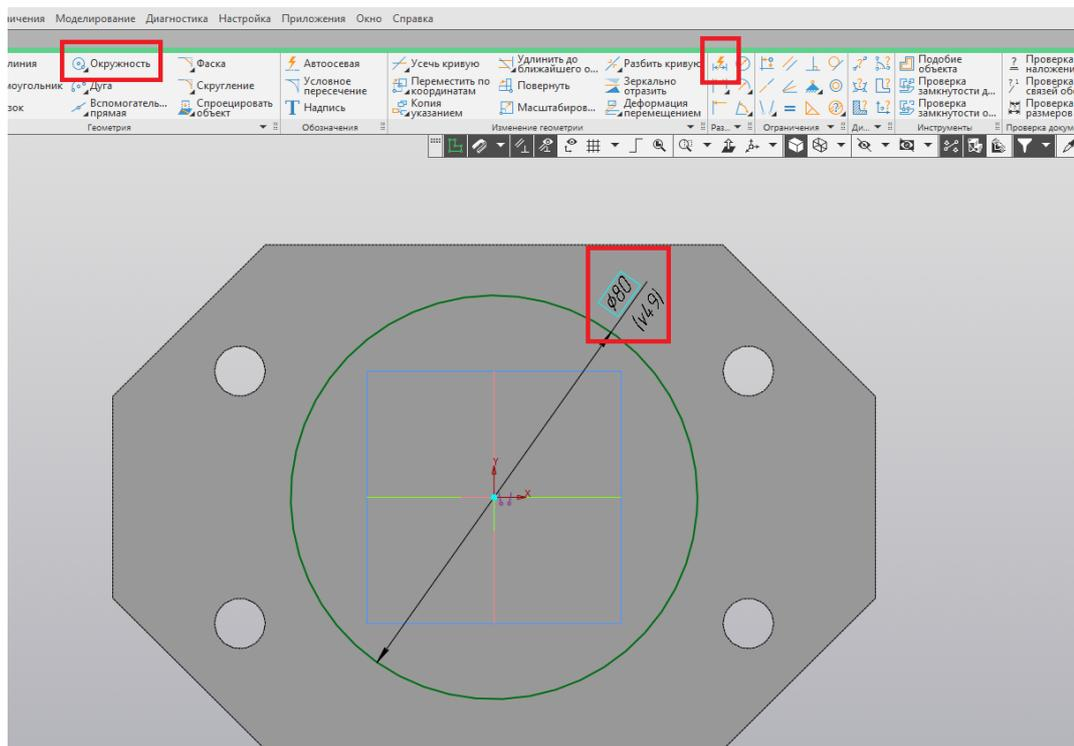

Рис. 15
12. Из начала координат строим окружность диаметром 80 мм при помощи команды «Окружность» (рис. 15).